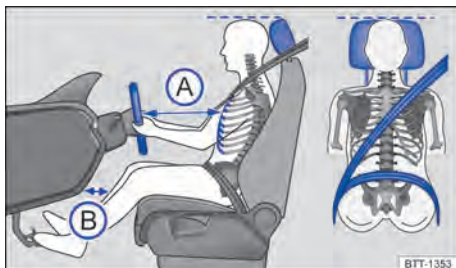

Fig. 21 Distância correta do condutor em relação ao volante, posição correta do cadarço do cinto de segurança e ajuste correto do apoio para cabeça.
- Ajustar o banco de modo que a distância entre o volante e o tórax tenha no mínimo 25 cm → Fig. 21 (A) e que o condutor possa segurar o volante pela borda externa com as duas mãos e os braços ligeiramente dobrados.
- Ajustar o banco do condutor na direção longitudinal de modo que os pedais possam ser acionados com as pernas ligeiramente arqueadas e a distância para o painel de instrumentos na área do joelho seja de, no mínimo, 10 cm → Fig. 21 (B).
- Para os bancos com apoio para cabeça: ajustar o apoio para cabeça de modo que a sua borda superior se encontre preferencialmente na mesma linha da parte superior da cabeça → Fig. 21 – porém não abaixo da altura dos olhos. Posicionar a parte posterior da cabeça o mais perto possível do apoio para cabeça.